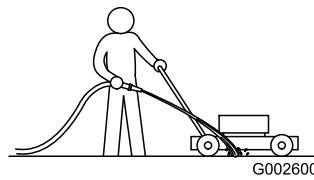

Figure 47
1. Mettez le moteur en marche lorsque la tondeuse se trouve sur une surface revêtue plane et dirigez un jet d'eau devant la roue arrière droite (Figure 47).